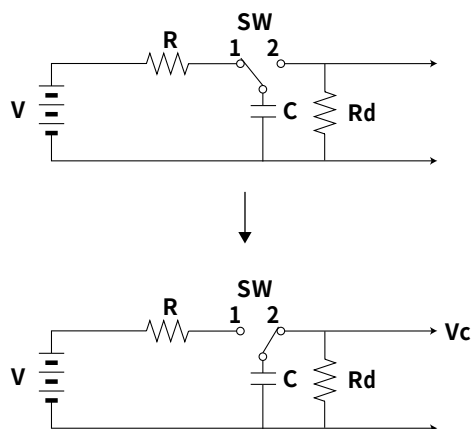

図 2-20
(図 2-20) の回路においてスイッチ SW を 1 側に倒しコンデンサ C を電源電圧 V まで充電した後、スイッチ SW を 2 側に倒し抵抗 R_d で放電した場合の放電時間 (t) とコンデンサの端子電圧 V_c (V) の関係は (式 2-24) となります。(式 2-24) より、放電後コンデンサの端子電圧 V_c (V) が V_n (V) となるまでの時間 t_n (s) は、(式 2-25) のようになります。